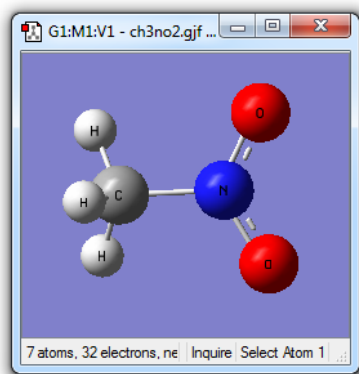

Рис. 7.2. Молекула нитрометана
1. Докажем, что эта реакция идет без выраженного переходного состояния. В программе GaussView постройте молекулу нитрометана и сохраните файл как CH₃NO₂.gjf (рис. 7.2).